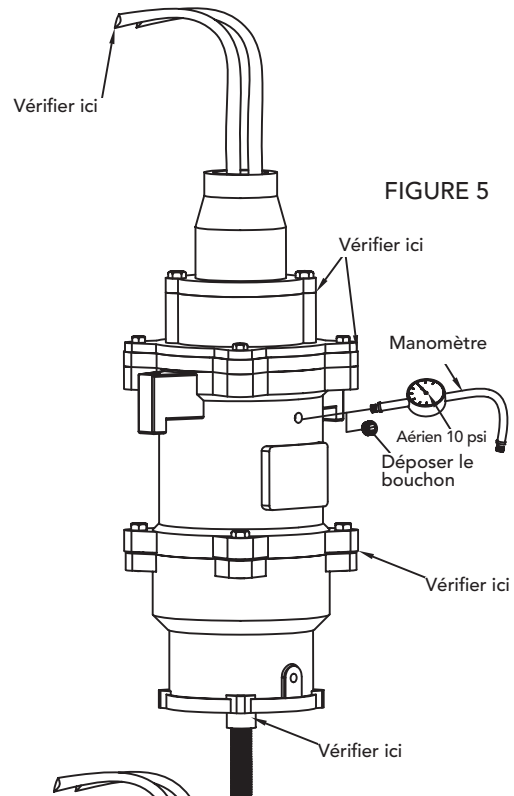

FIGURE 5
Si l'huile a été vidangé, remplissez jusqu'au niveau normal avant d'effectuer l'essai de pression (voir figure 5 et 6). Retirez la fiche de tuyau du boîtier du moteur (21).